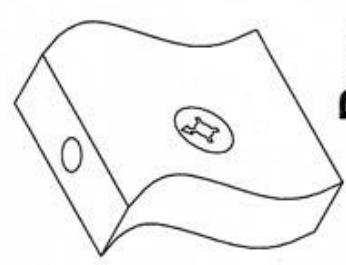

Рис. 1
Взять стенку заднюю выдвижного ящика и забить в соответствующие отверстия шканты (1). Соединить боковинны ящика с задней стенкой. Фиксации производить при помощи евровинтов (6). Далее положить каркас ящика на заднюю стенку и забить шканты (1) в соответствующие торцевые отверстия боковинных ящика, и вставить стяжки растекс (19) (см.рис. 1). После этого вставить дно ящика в пазы на каркасе ящика, таким образом, чтобы дно ящика вошло в паз на стенке задней ящика. Далее закрутить в переднюю панель ящика в имеющиеся муфты дюбеля стяжек-растекс (4). Соединить переднюю панель ящика с каркасом . Фиксацию произвести путем поворота стяжки (19) градусной стрелки. После этого положить ящик дном вверх и прокрутить ответные планки направляющих (7) к боковинам ящика при помощи саморезов (5). Далее к передней панели прикрепить ручку (12) Аналогичным образом собра остальные ящики.